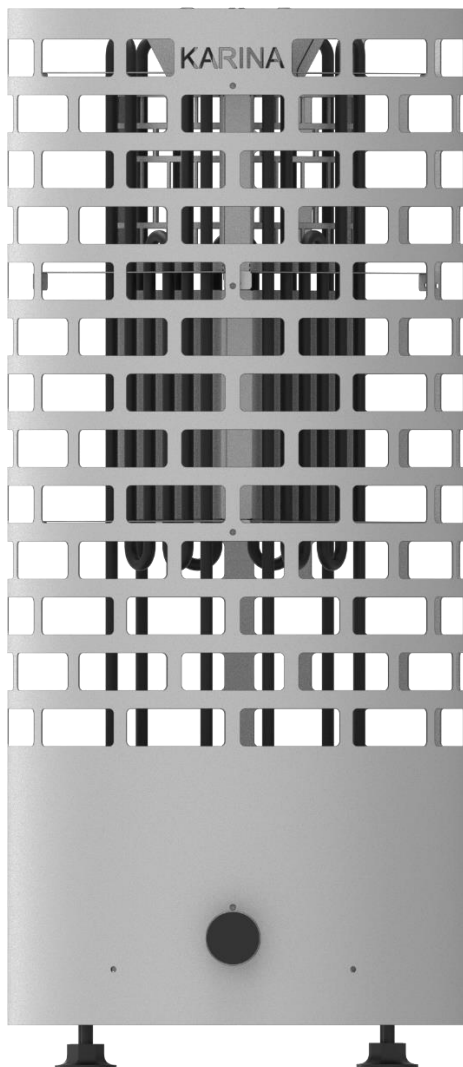
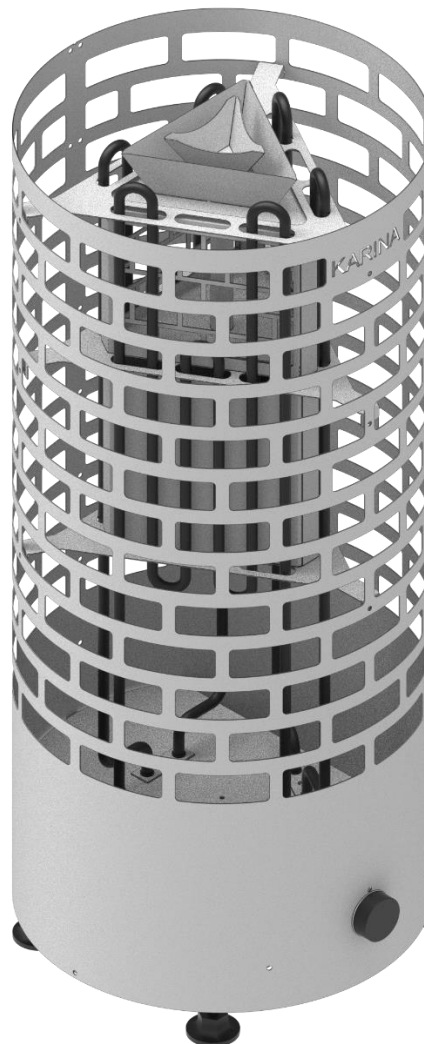

Рис.1 Общий вид
Рис. 2. Изометрическая проекция
Печь электрическая NOVA 6-12 (E) (Рис.1 Общий вид), (Рис.2 Изометрическая проекция) состоит из следующих модулей: